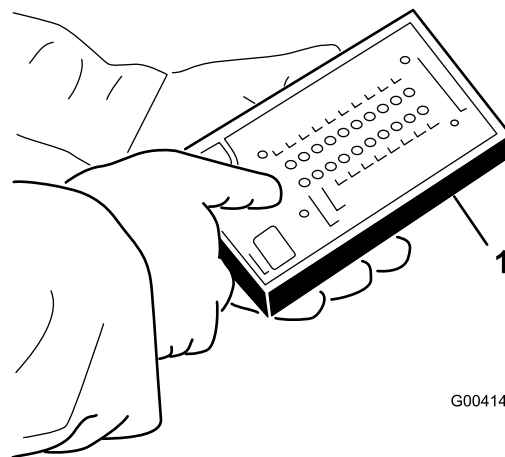

Figure 28
5. Branchez le connecteur de l'outil Diagnostic ACE au connecteur du faisceau de câblage (Figure 28).